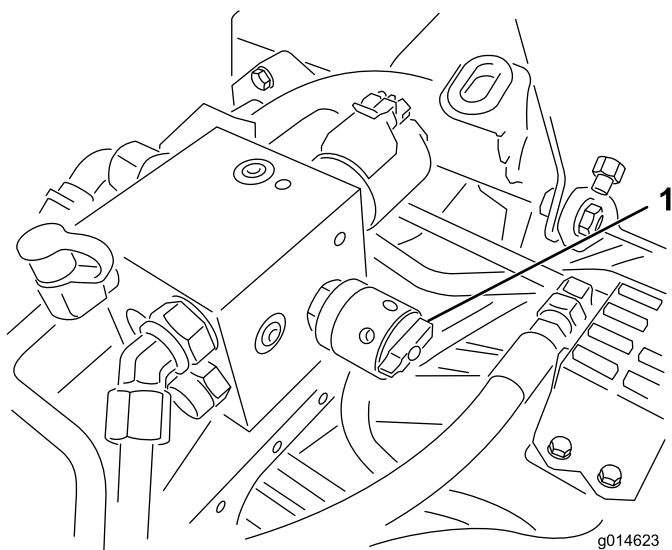

Figura 39
4. Para ajustar a velocidade dos cilindros, rode o manípulo (Figura 39) até que as setas indicadoras fiquem alinhadas com o número que designa o ajuste desejado.